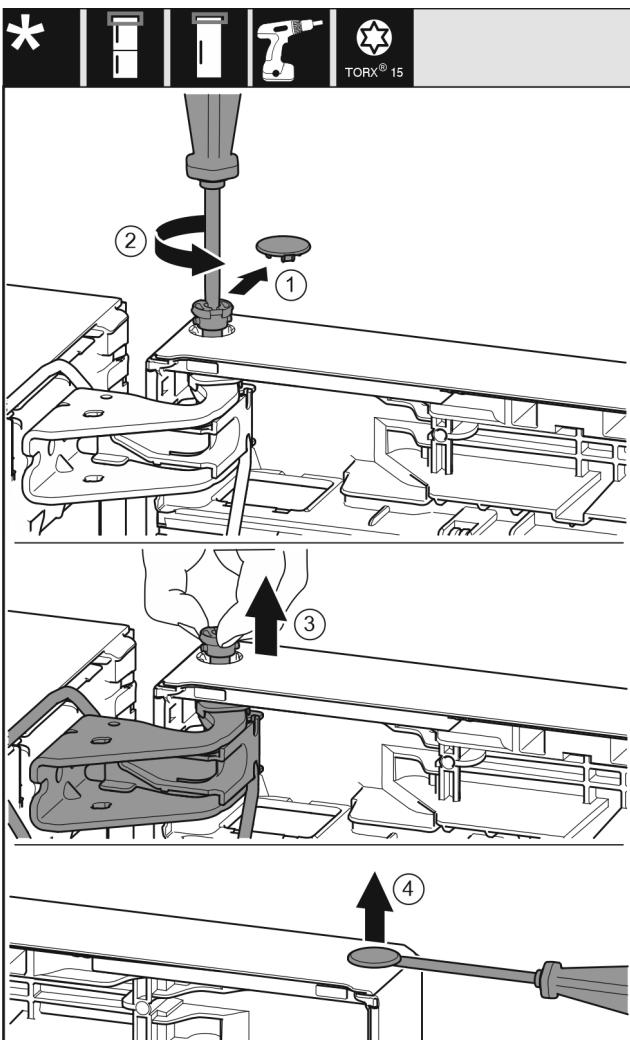

Fig. 22
- Bezpečnostní kryt opatrně stáhněte. Fig. 22 (1)
- Šroubovákem T15 o kousek vyšrouobujte čep. Fig. 22 (2)
- Dveře podržte a čep vytáhněte prsty. Fig. 22 (3)
- Plochým šroubovákem opatrně nadzvedněte zátku z ložiskového pouzdra dveří a vytáhněte ji. Fig. 22 (4)